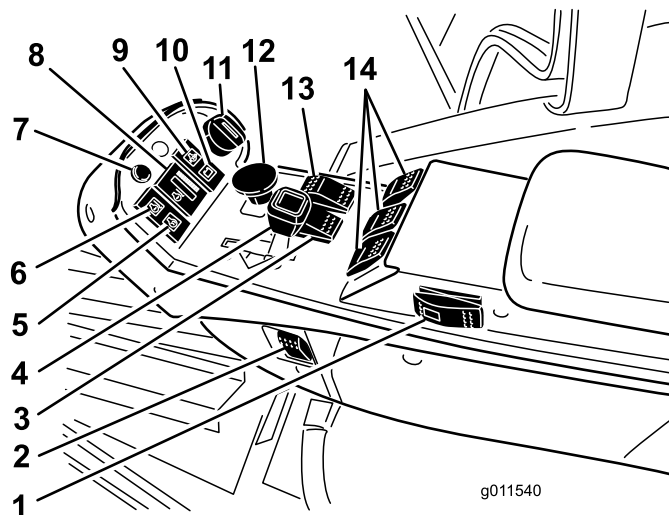

Figure 4
Le témoin de diagnostic (Figure 4) s'allume si un défaut du système est détecté.
Dans des conditions de fonctionnement normales, la jauge (Figure 4) doit se trouver dans le vert. Vérifiez le circuit de refroidissement si la jauge passe au jaune ou au rouge.
Ce témoin (Figure 4) s'allume pour indiquer une baisse de pression dangereuse de l'huile moteur.
Ce témoin (Figure 4) s'allume pour indiquer une défaillance du circuit de charge.
Le commutateur à clé (Figure 4) a trois positions : arrêt, contact/préchauffage et démarrage.
La commande de PDF (Figure 4) a deux positions : engagée (sortie) et désengagée (rentrée). Tirez sur le
Lorsque la vitesse de tonte (lente) est sélectionnée, appuyez de façon continue sur le commutateur du diviseur de débit (Figure 4) pour améliorer la motricité si les conditions d'utilisation sont difficiles.
Ce sélecteur (Figure 4) permet d'augmenter la gamme de vitesse pour le transport de la machine. Les plateaux de coupe ne fonctionnent que dans la gamme haute. De plus, les plateaux de coupe ne peuvent pas être abaissés de la position de transport quand le sélecteur est en position gamme haute. Si le sélecteur est déplacé de la position gamme basse (LO) à la position gamme haute (HI) avec les plateaux de coupe abaissés et/ou la PDF engagée et/ou le régulateur de vitesse engagé, la position HI ne sera pas sélectionnée. Pour que la sélection soit possible, le sélecteur doit être placé à la position "LO" et toutes les exigences doivent être satisfaites.
Ces commandes (Figure 4) permettent de relever et d'abaisser les plateaux de coupe. Poussez les commandes en avant pour abaisser les plateaux de coupe et en arrière pour les relever. Quand vous démarrez la machine, avec les plateaux de coupe abaissés, appuyez sur la commande de relevage pour permettre aux plateaux de coupe de flotter et de tondre.
Déplacez la manette (Figure 4) en avant pour augmenter le régime moteur et en arrière pour le diminuer.
Appuyez sur le bord inférieur de l'interrupteur (Figure 4) pour allumer l'éclairage. Appuyez sur le bord supérieur de l'interrupteur pour éteindre l'éclairage.
Ce témoin (Figure 4) s'allume pour indiquer que les bougies de préchauffage sont activées.
Le témoin (Figure 4) s'allume et les plateaux de coupe s'arrêtent (la PDF est désengagée) si le moteur atteint une température dangereuse. Si la température continue de monter, le moteur s'arrête.